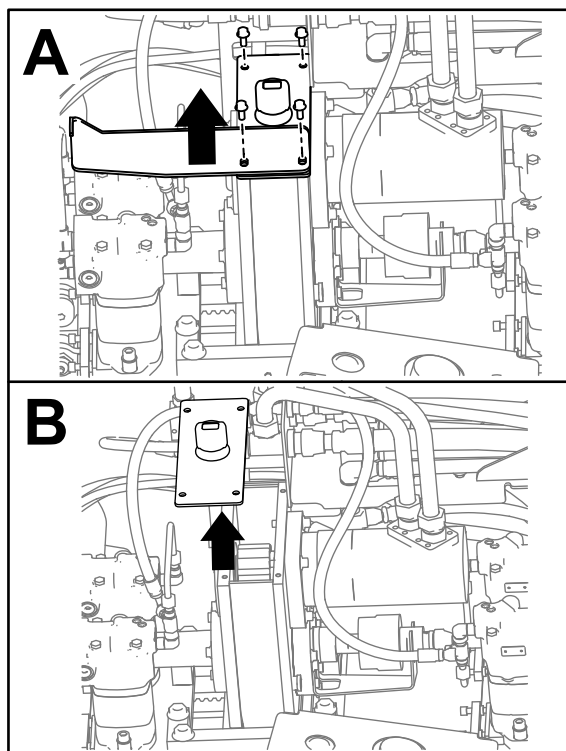

Рисунок 135
3. Отверните 4 болта на защитной пластине и редукторе (вид А на Рисунок 135).
4. Снимите защитную пластину (вид А на Рисунок 135).
5. Снимите крышку на редукторе и откачайте масло ручным насосом (вид В на Рисунок 135).
9. Установите ограждение на свое место и вставьте два болта (вид А на Рисунок 135).
10. Вставьте два других болта, которые крепят крышку на редукторе (вид А на Рисунок 135).